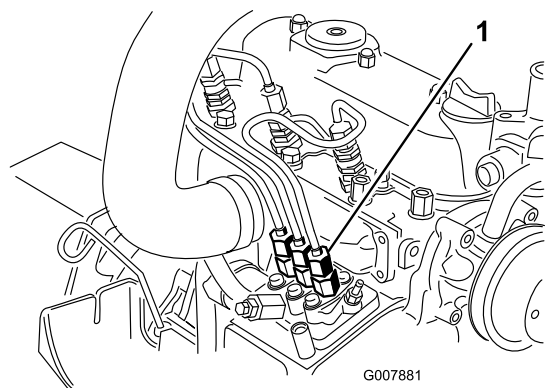

Figura 42
1. Coloque un trapo debajo del conector del tubo que viene desde la bomba de inyección a la boquilla del inyector N° 1, según muestra Figura 42.